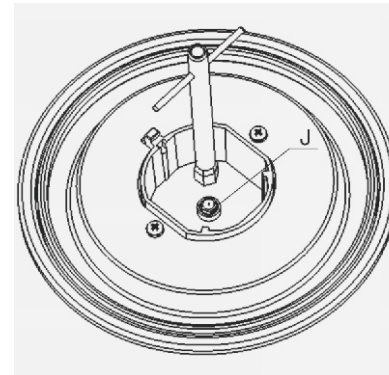

Figura 6
2. Usando la herramienta adecuada, coloque el inyector en la posición "J" (Figura 6)